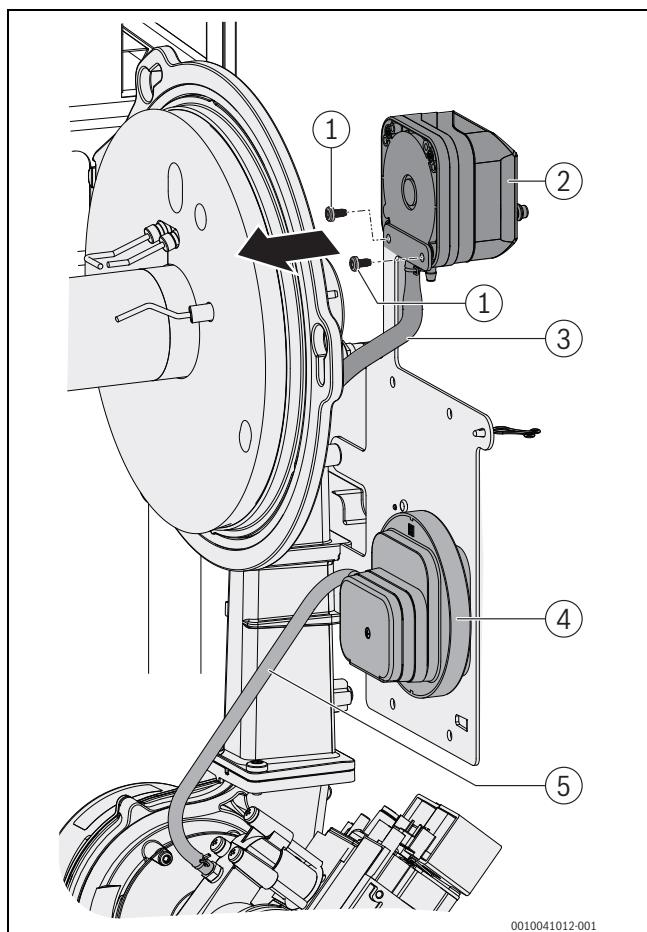
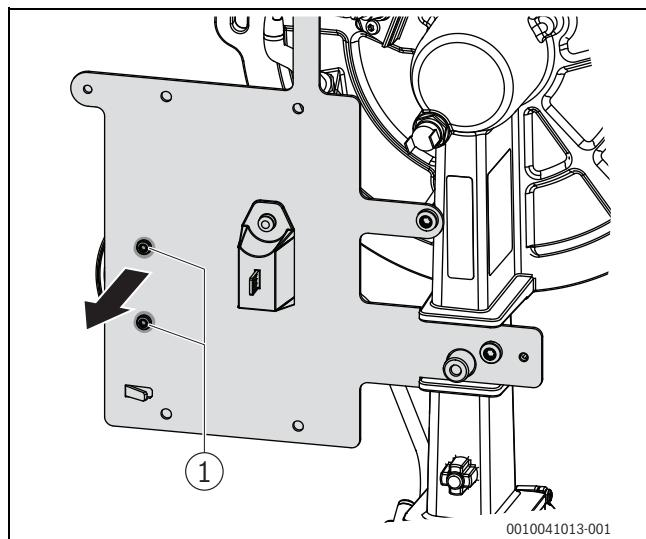

Fig. 43 Démonter le contrôleur de pression du foyer et de faible charge
Fig. 44 Démonter le contrôleur de pression de faible charge
- ▶ Retirer 2 vis de fixation (→fig. 44, [1]) et enlever le contrôleur de pression petite charge (→fig. 43, [4]) à l'arrière de la plaque de jonction. Veiller à ne pas endommager ni retirer le tuyau souple (→fig. 43, [5]) et le câble de raccordement (non représenté).
- ▶ Fixer les contrôleurs de pression du foyer et de faible charge sur la plaque de jonction avec les vis prévues à cet effet. Veiller à ne pas plier les tubes de raccordement comme illustré dans la figure 43.